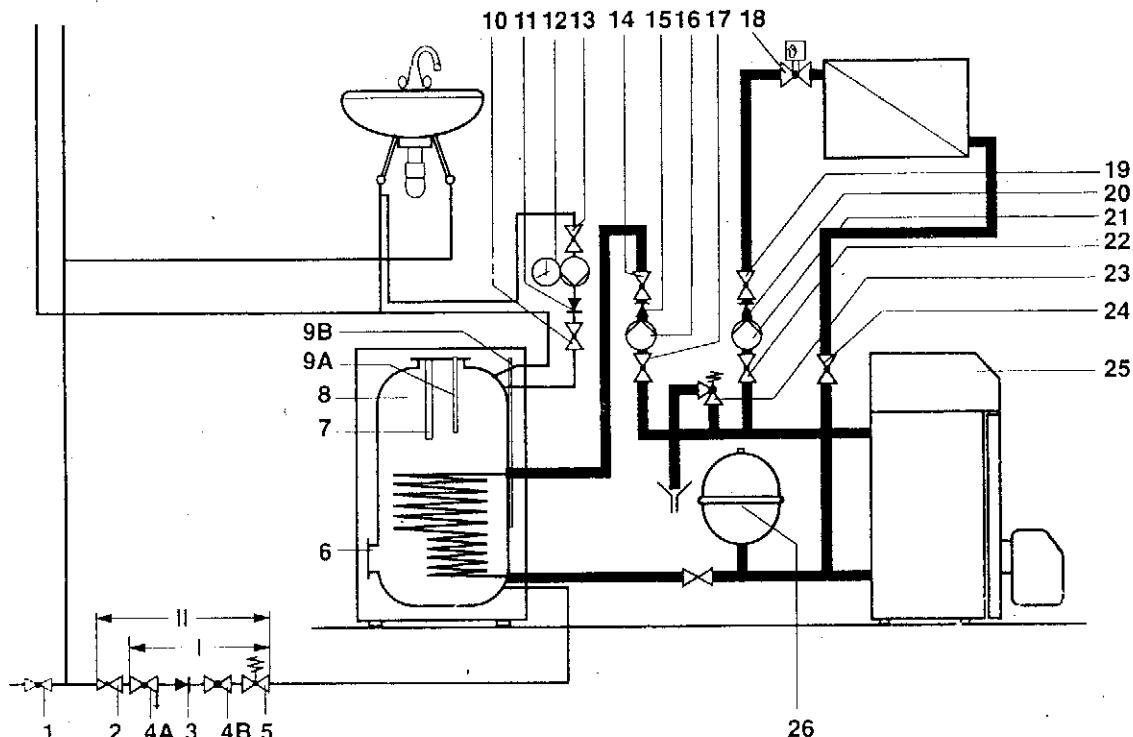

Рис. 2
К емкостным водоподогревателям-аккумуляторам горячей воды VHN... фирма Vaillant предлагает следующий набор комплектующих: Предохранительные устройства для подводки холодной воды к аккумулятору (см. рис. 2, стр. 6).
• Подводка от подающей и обратной магистралей котла присоединить к аккумулятору. Присоединительные патрубки см. на рис. 1, схема контура системы отопления рис. 2, стр. 6.